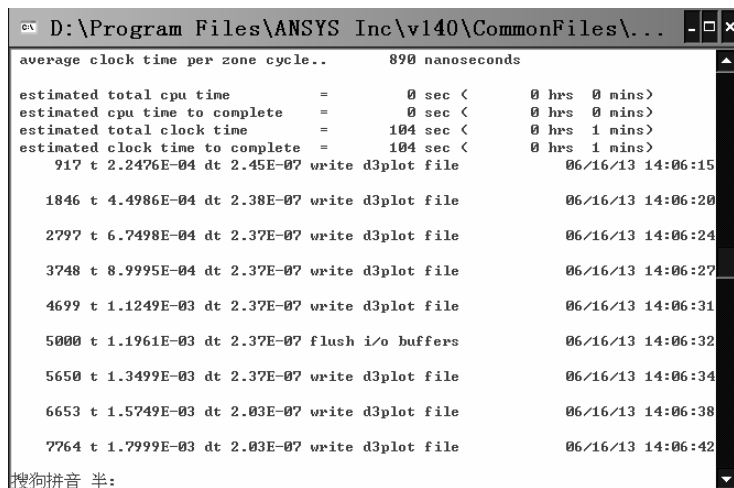

图 10-121 显示计算过程的“D:\Program Files\ANSYS Inc\v140\CommonFiles\...”窗口
(9) 屏幕弹出显示计算过程的“D:\Program Files\ANSYS Inc\v140\CommonFiles\...”窗口（见图 10-121）。